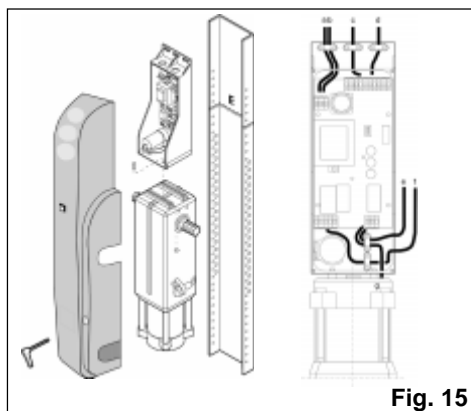

Fig. 15
- Avec l'arbre de rotation orienté vers le bas (fig. 15). Le support de platine est fixé à la calotte du moteur électrique par 4 vis.